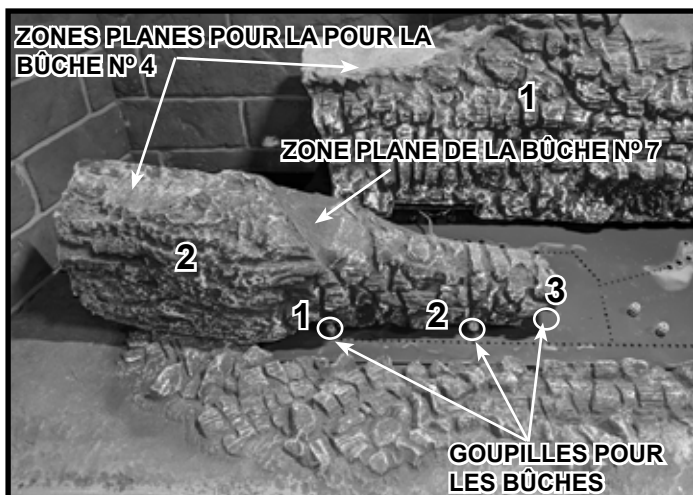

Figure 6 Position de la bûche n° 2
**Bûche n° 2 :** Placez la bûche n° 2 en utilisant les trois goupilles de bûche comme indiqué à la figure 6.
**Bûche n° 4 :** Placez la bûche n° 4 avec l'extrémité qui présente des détails de combustion sur la zone plane située sur la bûche n° 1. Placez l'autre extrémité sur la zone plane de la bûche n° 2, comme indiqué à la figure 8. À titre de référence, les zones planes sont indiquées dans la figure 6.
**Bûche n° 7 :** Placez la bûche n° 7 avec le détail de la fente dans la zone plane de la bûche n° 2 qui était indiquée dans la figure 6. L'extrémité de la bûche n° 7 qui présente les détails de combustion est placée dans la zone plane indiquée dans la figure 4. La figure 14 présente la bûche correctement installée.